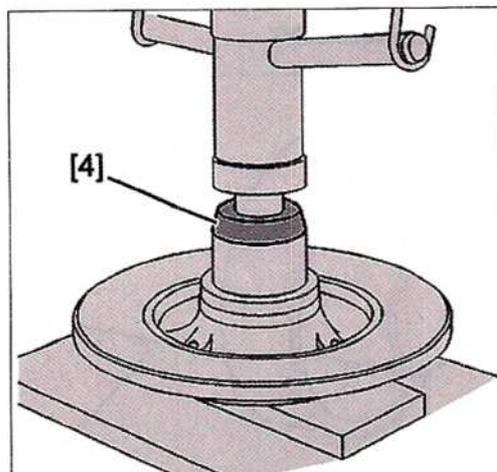

FIG. 51
- Colocar el útil [4] (Fig.51).